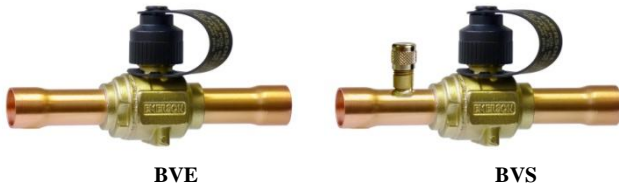

Fig. 1:
- 焊接时，火焰应指向阀体以外，以免阀体内部组件受损。同时应采用湿布保护阀体或其它适当的防热措施（见图1）。